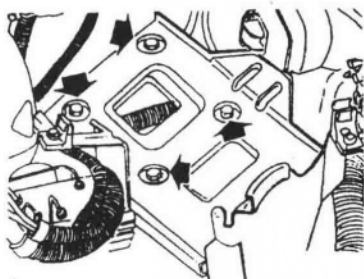
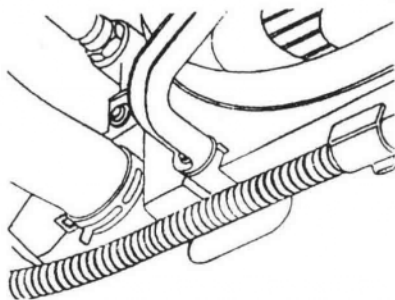

图 1-1 蓄电池支架的拆卸
图 1-2 拔下散热器的下水管
- (1) 在点火开关切断的情况下拆下蓄电池搭铁线。
- (2) 拆下蓄电池,注意先向外拉出后再取下。
- (3) 旋松蓄电池支架紧固螺栓,拆下蓄电池支架,如图 1-1 所示。
- (4) 在发动机下放置一个收集盘。
- (5) 旋开冷却液储液罐盖。
- (6) 如图 1-2 所示,松开散热器下水管夹箍,拔下散热器的下水管,放出冷却液。所抽取的冷却液必须用干净的容器予以收集,用于处理或再使用。